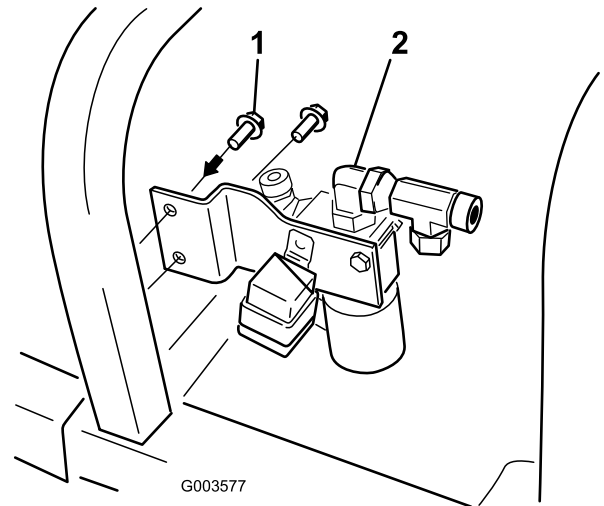

Figure 13
7. Fixez le support de vanne au cadre de la machine avec 2 vis autotaraudeuses ($\frac{9}{32}$ " x $\frac{3}{4}$ ") ; voir Figure 13.